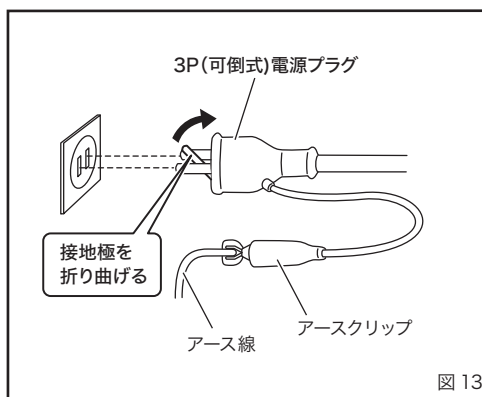

図 13
7. 使用する電源について (図 13)
- ・ アースは、接地極のある電源コンセントに 3P (可倒式) 電源プラグを差し込んで行ってください。接地極のない電源コンセントに接続するときは、接地極を折り曲げて電源コンセントに差し込み、アースクリップを使用してください。(図 13)